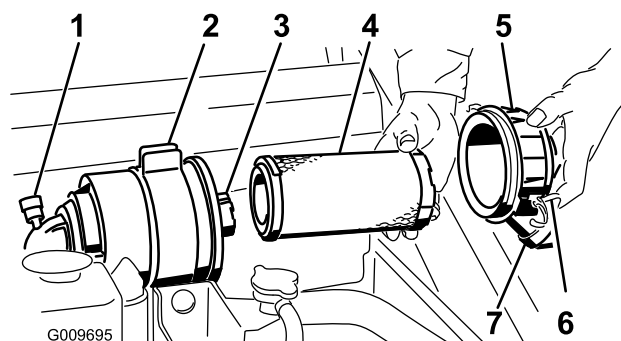

Figura 32
Importante: Effettuate la manutenzione del filtro dell'aria quando la spia diventa rossa (Figura 32). Sostituendo il filtro dell'aria prima del necessario aumenta il rischio che la morchia entri nel motore quando si toglie il filtro.
4. Rilasciare i dispositivi di fermo del filtro dell'aria e togliere il coperchio dal corpo del filtro (Figura 32).
1. Estraete con cautela il filtro primario dal corpo del filtro dell'aria (Figura 32). Non urtate il filtro contro il corpo.
4. Se sostituite il filtro di sicurezza, fate scorrere delicatamente il nuovo filtro nel corpo del filtro (Figura 32).
5. Montate con cautela il filtro primario sul filtro di sicurezza (Figura 32). Verificare che sia inserito a fondo, premendo sul bordo esterno del filtro mentre lo si inserisce.
6. Montate il coperchio del filtro dell'aria con il lato contrassegnato UP (alto) rivolto in alto, quindi fissate i dispositivi di fermo (Figura 32).